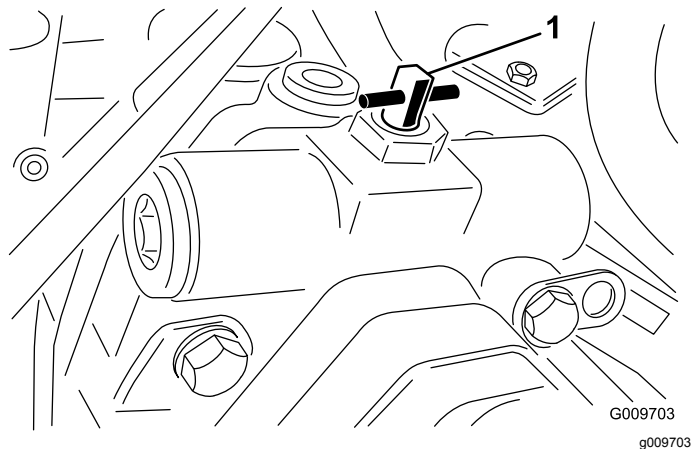

Рисунок 40
3. Поверните перепускной клапан на 90° (¼ оборота) в любом направлении, чтобы открыть его и обеспечить внутренний перепуск масла (Рисунок 40).
2. Поверните перепускной клапан на 90° (¼ оборота) в любом направлении, чтобы открыть его и обеспечить внутренний перепуск масла (Рисунок 40).